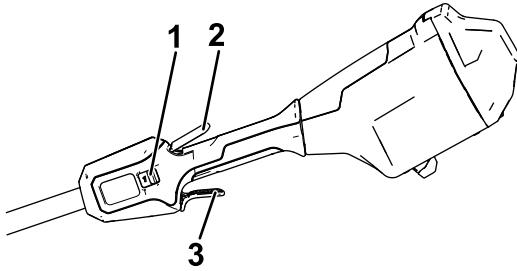

Figura 10
6. Para arrancar la máquina, apriete el gatillo de bloqueo y luego apriete el gatillo disparador (Figura 10).